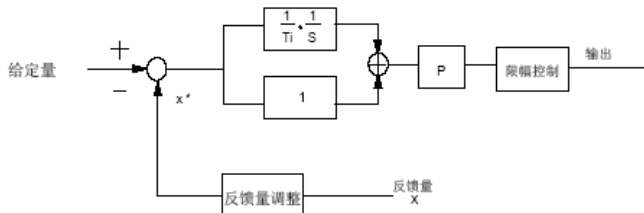

图 5-7 PI 调节原理框图
• 比例增益 (P) 和积分时间 (Ti) 如图 5-7 所示，采样周期是指对反馈量 x 的采样时间。图中的 Ti 为积分时间。Ti 越大，系统响应越慢；Ti 越小，系统响应越快，但易振荡。比例增益 P 反之。